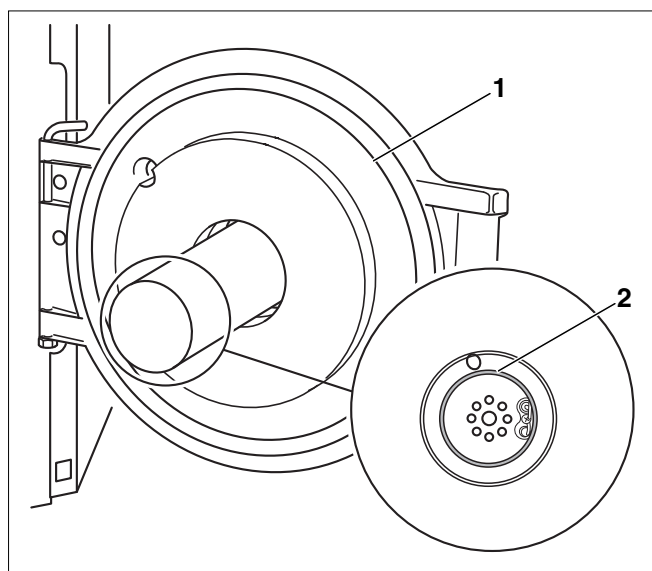

Fig. 55 Comprobación del posicionamiento correcto del sistema de mezcla
- Con la puerta del quemador abierta (fig. 55, **pos. 1**) compruebe el posicionamiento correcto de la junta (fig. 55, **pos. 2**) tal y como se ha realizado durante la puesta en marcha.
- Cierre la puerta del quemador (fig. 55, **pos. 1**) y apriete los tornillos de sujeción de la puerta del quemador.